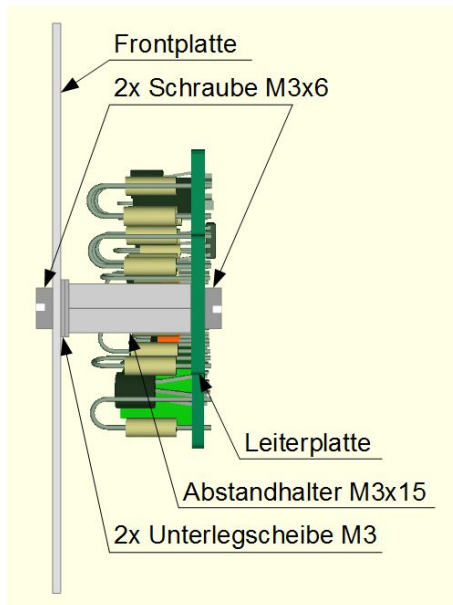

Abbildung 26: Endmontage
- Von hinten wird die Leiterplatte, mit den restlichen beiden Schrauben, befestigt. Der Aufbau sollte nun so aussehen wie in Abbildung 26: Endmontage.